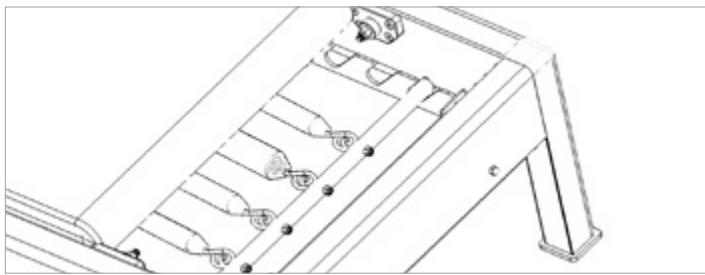

Figura 6
Colocar la barra de muelles, con los extremos de los ganchos hacia arriba, en el ángulo del bastidor tal y como se muestra en la figura 6. Enganchar al menos (1) muelle a un perno de anilla de la barra de muelles.